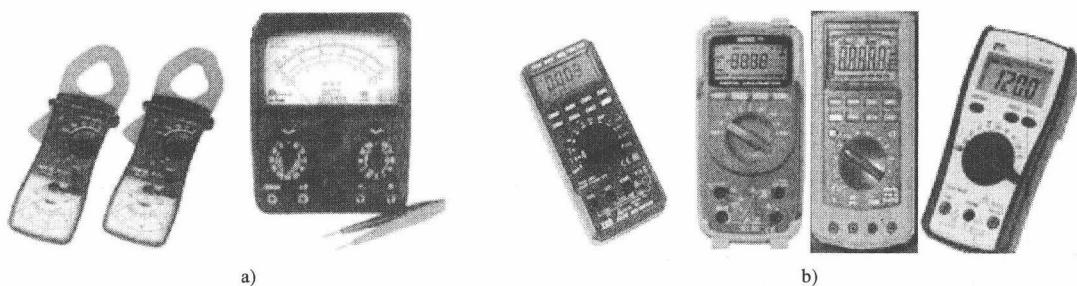

图 1-1 万用表
(1) 万用表分类及选择 万用表又称多用表，主要用来测量直流电压、电流，交流电压，电阻等，有的万用表还可以用来测量电容、电感以及二极管、晶体管的某些参数。万用表的种类有很多，现在最流行的有机械指针式和数字式万用表。如图 1-1 所示。